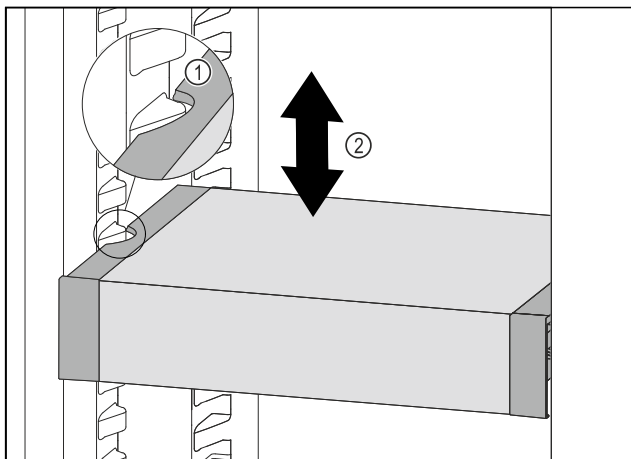

Fig. 118
- ▶ Изтеглете VarioSafe напред, докато страничните прорези на VarioSafe се намират на височината на реброто на съда в хладилната част. Fig. 118 (1)
- ▶ Преместете VarioSafe нагоре или надолу в хладилната част, докато се достигне желаната височина. Fig. 118 (2)